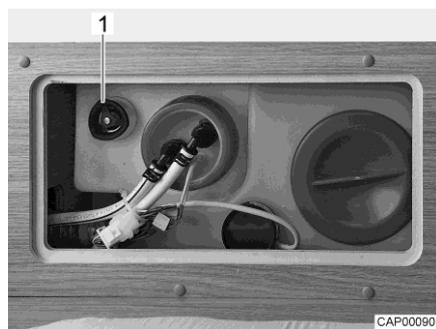

Fig. 91 Serbatoio dell'acqua con maniglia girevole
- Sul serbatoio dell'acqua ruotare la maniglia girevole (Fig. 91,1) in senso antiorario, oltre la resistenza verso l'esterno fino all'arresto, per aprire completamente l'apertura di scarico.